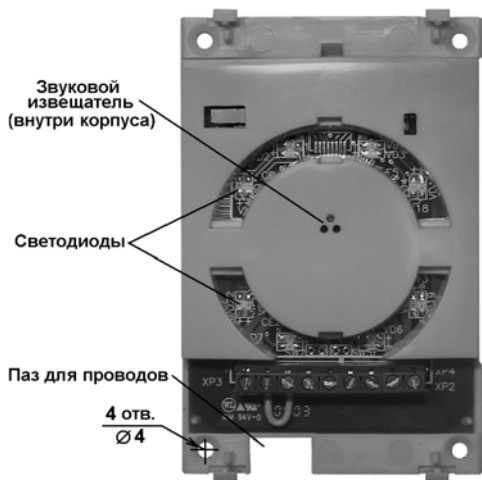

Рисунок 6 – Вид считывателя без крышки
- 3) уложить соединительные провода в канал (или протянуть через отверстие в стене) и протянуть их через паз в корпусе считывателя (см. рисунок 6);
светодиоды (см. рисунок 6), которые предназначены для индикации состояния считывателя и реакции на поднесение кодоносителя.